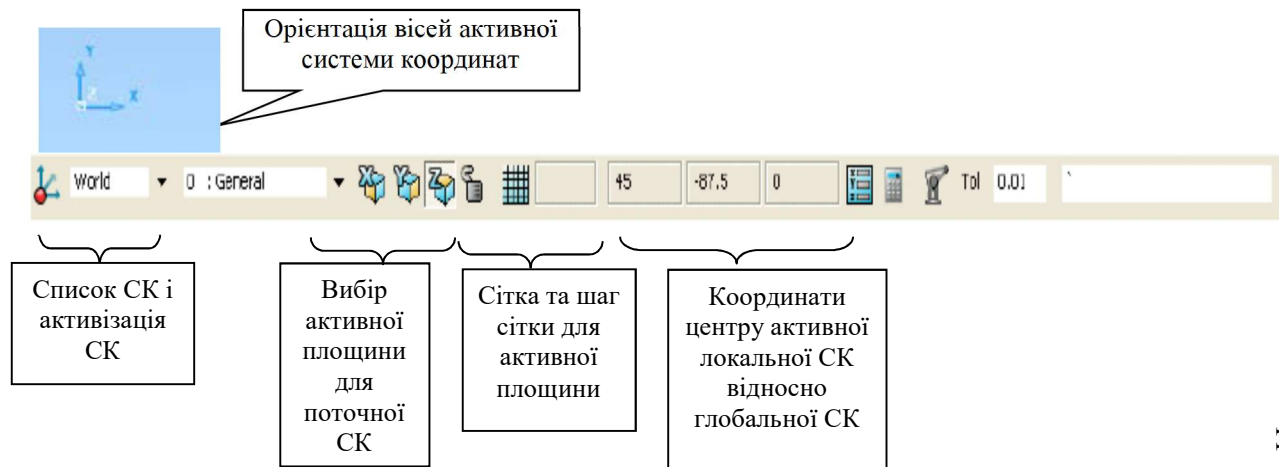

Рисунок 2.4 - Активізація систем координат та робочої площини
- ✚ Перемістіться в ліву нижню частину екрану. Там знаходиться список всіх наявних систем координат. Через даний список можливий перехід від однієї СК до іншої. Справа є іконки для вибору активної площини (рис. 2.4). Вибір осі Z означає активізацію площини XY . Відповідно при виборі осі X активізується площину YZ , а при виборі осі Y - площину XZ .
- ✚ Створіть локальну систему координат в точці E і активізуйте робочу площину YZ (див. Рис. 2.4).